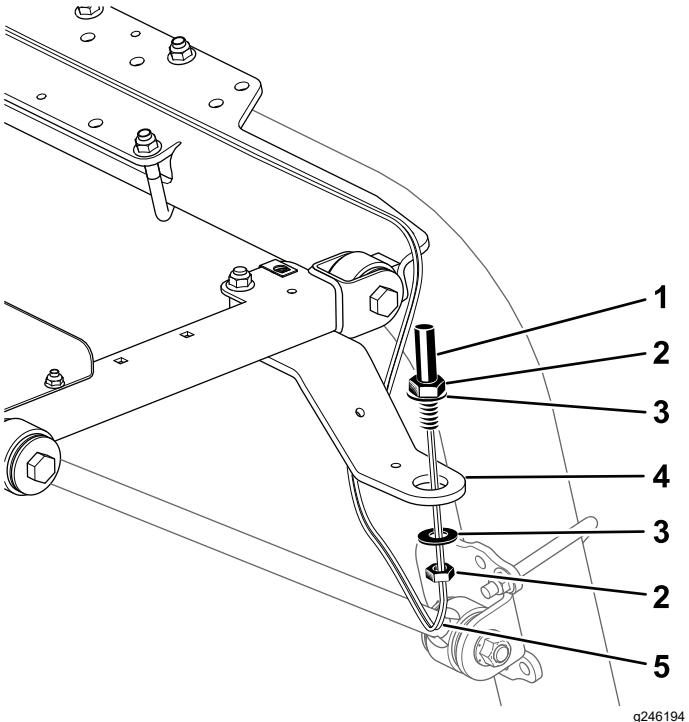

図 8
5. 図 8のように、ビーコン用ソケットをブラケットに取り付ける。